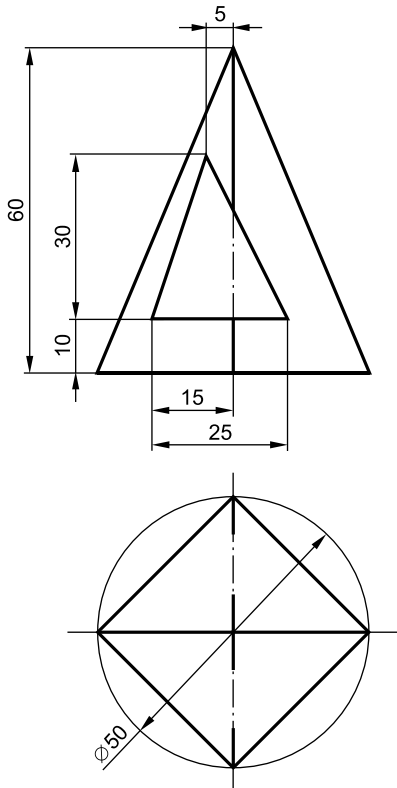

Рис. 24
2.26. Достроить горизонтальную проекцию пирамиды со сквозным призматическим проемом, показанной на рис. 24, и построить ее профильную проекцию.